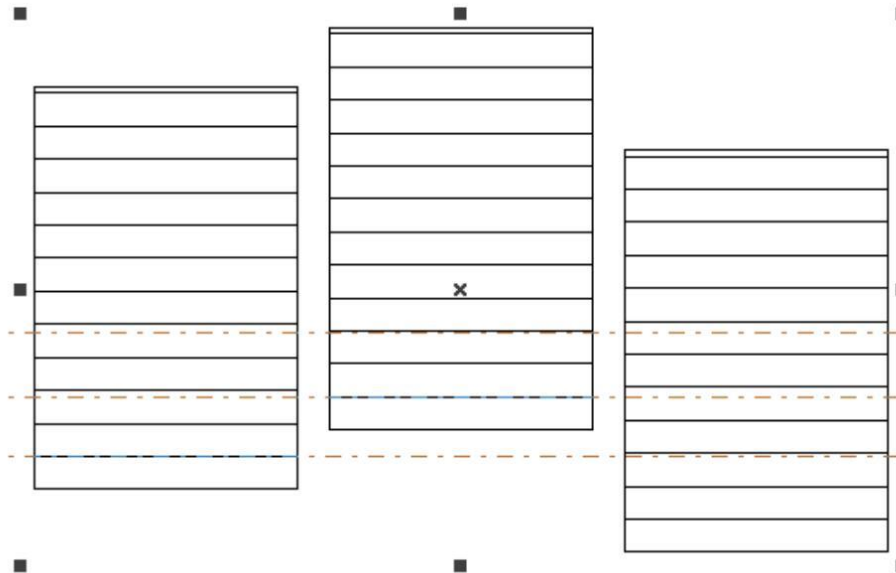

图 3-5 不勾选对象整体计算
1、**不勾选“对象整体计算”：**在加工时会按照对象列表里的加工顺序依次标刻其填充线，即先标刻完一个对象的填充图在标刻下一个的。如图 3-5 所示：